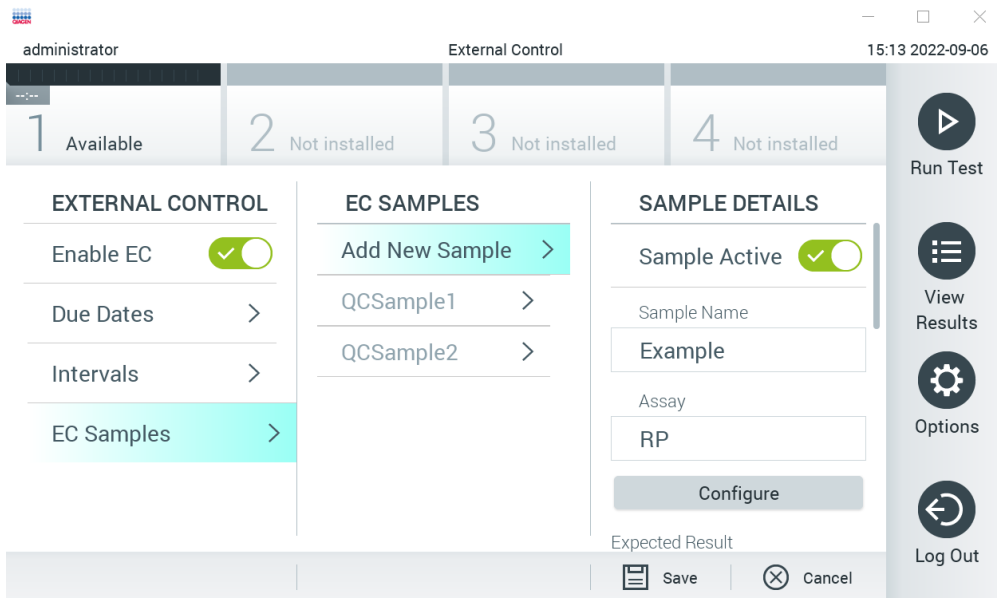
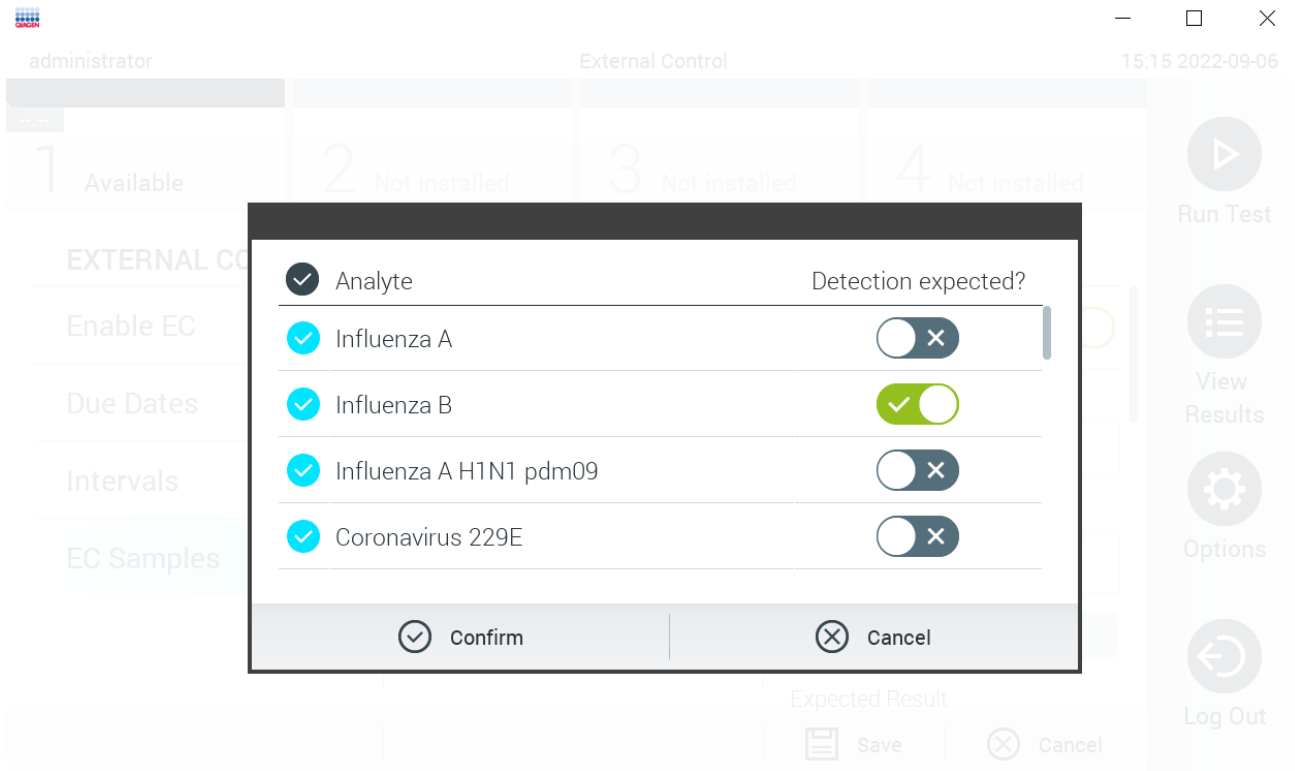

Figure 53. Écran External Control EC Samples (Échantillons EC de contrôle externe).
Figure 54. Écran de configuration External Control EC Sample (Échantillon EC de contrôle externe).
- Sélectionnez **EC Samples** (Échantillons EC) pour ajouter ou modifier les échantillons utilisés dans un test de contrôle externe. Pour ajouter un nouvel échantillon EC, appuyez sur **Add new Sample** (Ajouter un nouvel échantillon), puis poursuivez la configuration dans la colonne de droite (figure 53). Pour modifier un échantillon EC, sélectionnez un échantillon existant dans la colonne du milieu et poursuivez la configuration dans la colonne de droite.
6. Sélectionner Configure (Configurer) pour modifier les analytes d'un test de contrôle externe (figure 53). Dans la configuration External Control EC Samples (Échantillons EC de contrôle externe), il est possible de déterminer si un analyte est pris en compte pour le cycle du contrôle externe EC et si une détection est prévue (figure 54).